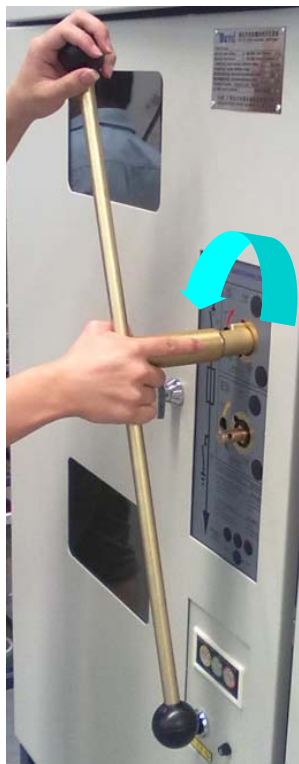

图 19 负荷开关分闸
- 将操作手柄对准卡位插入操作面板右上方操作孔，用力往里按下，并向逆时针方向转动手柄，负荷开关分闸。（如图 19）